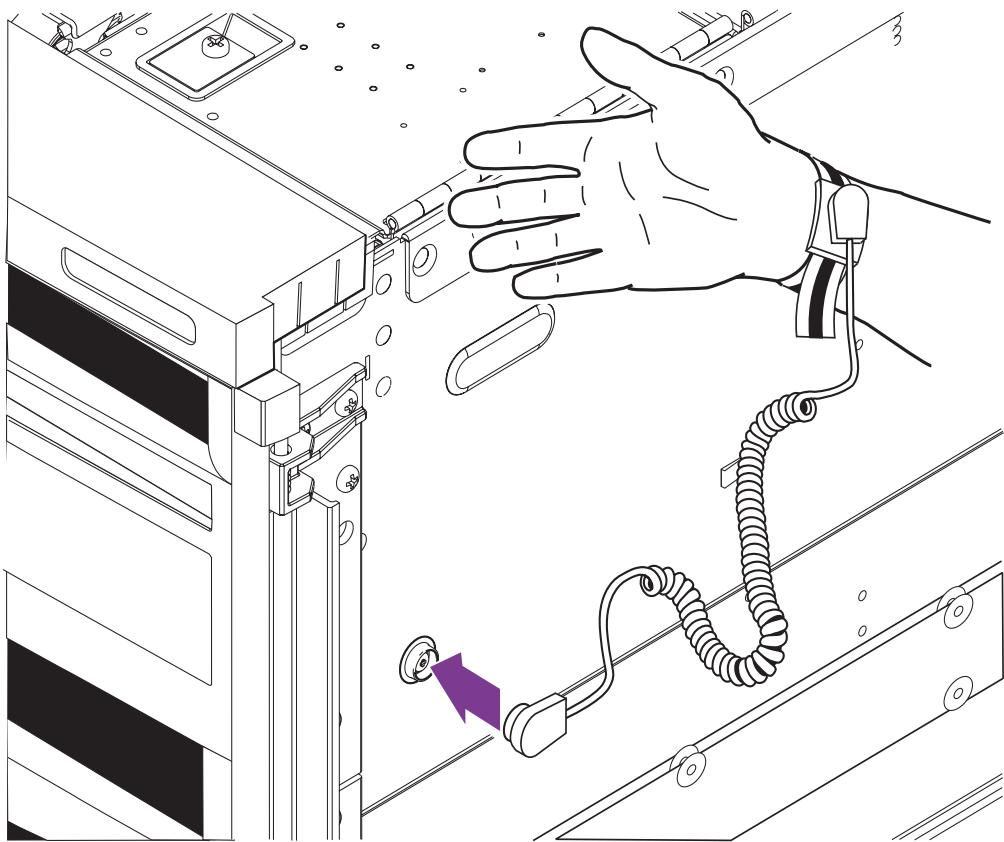
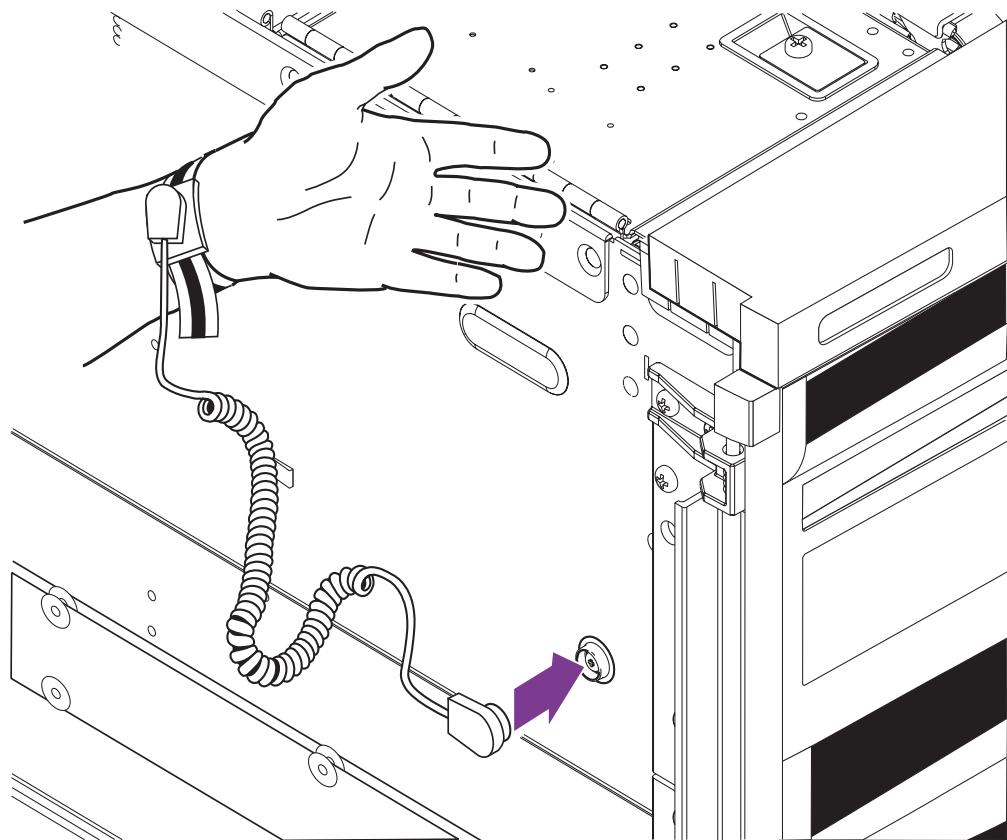

ABBILDUNG 2 Befestigen des Armbands am rechten Arm
ABBILDUNG 3 Befestigen des Armbands am linken Arm
- Um das antistatische Armband mit dem Chassis zu verbinden, befestigen Sie es wie in ABBILDUNG 2 oder ABBILDUNG 3 dargestellt.